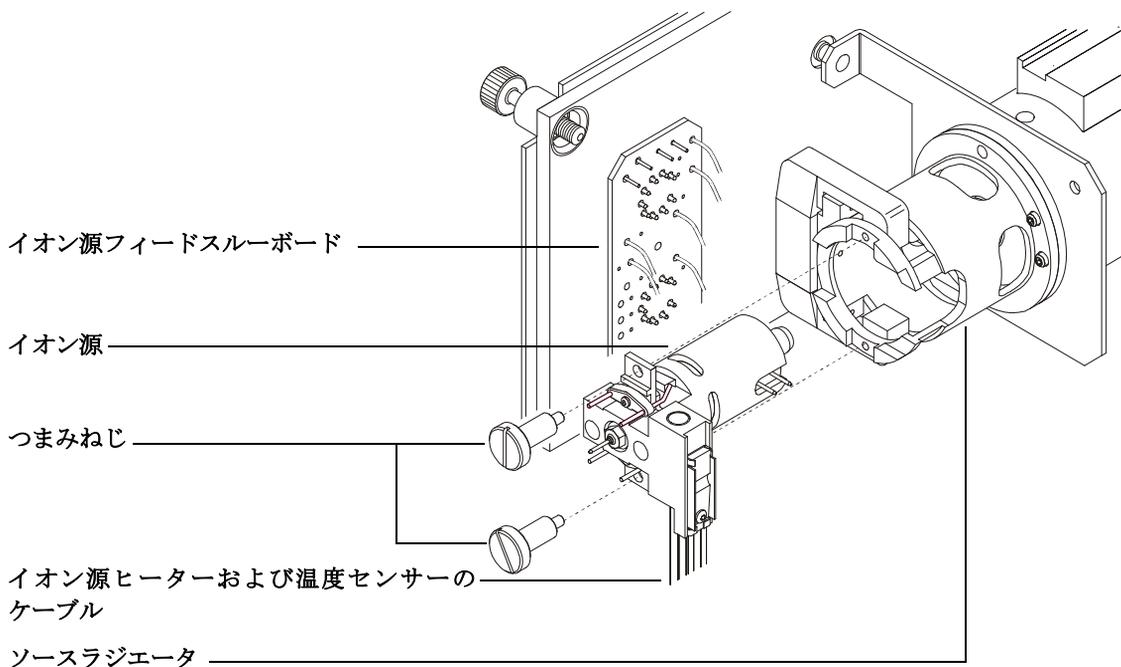

図 26 イオン源の取り外し
- 3 イオン源から出ている 7 本のケーブルを外します。ケーブルを必要以上に曲げないでください (図 26、表 22)。